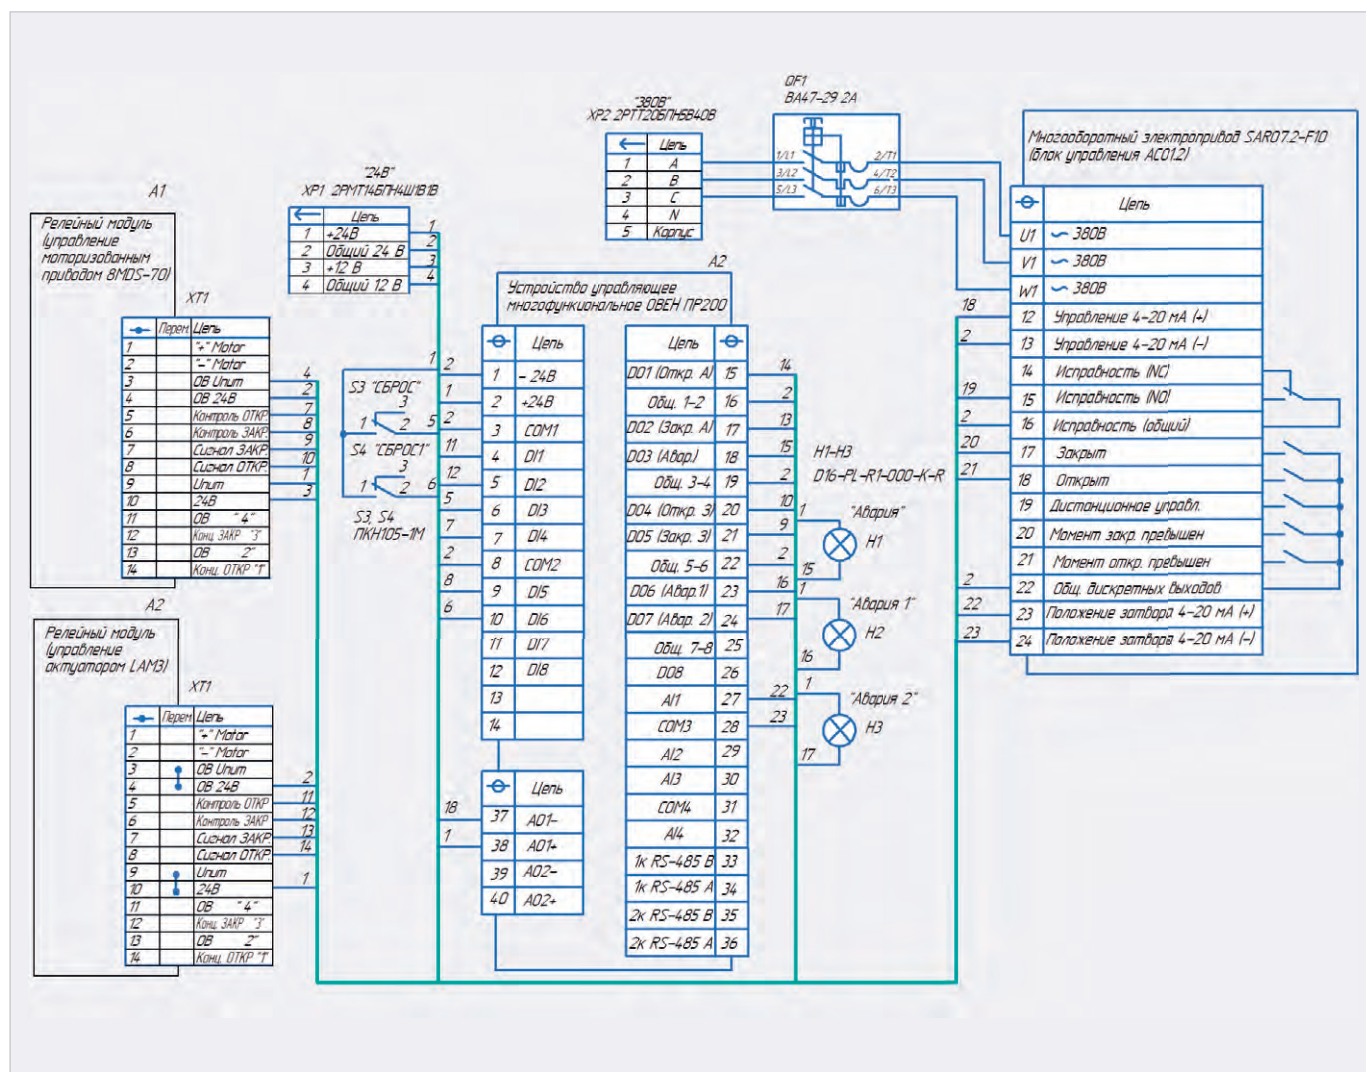

Рис. 10. Принципиальная схема функционального модуля управления
Более подробно работа ПР200 приведена в [1]. Отметим, что во время эксплуатации, технического обслуживания и поверки ПР-200 следует соблюдать требования ГОСТ 12.3.019-80 «Правила эксплуатации электроустановок потребителей» и «Правила охраны труда при эксплуатации электроустановок». Прибор следует устанавливать в специализированных шкафах, доступных только квалифицированным специалистам. ПР200 изготавливается в различных модификациях. Принципиальная схема функционального модуля управления для модификации ПР200-24.2.2 приведена на рис. 10.
- переменная «Откр» (рис. 10);